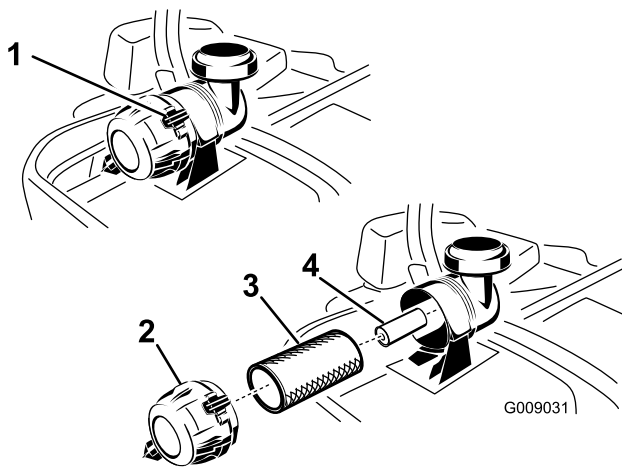

Figure 50
3. Appuyez sur les attaches du filtre à air pour les ouvrir et détachez le couvercle du boîtier du filtre à air (Figure 50).
5. Sortez le préfiltre du boîtier du filtre avec précaution (Figure 50). Évitez de cogner l'élément à l'intérieur du boîtier.
1. Ne nettoyez pas l'élément en papier ; remplacez-le (Figure 50).
2. Si vous remplacez l'élément secondaire, insérez-le avec précaution dans le boîtier du filtre (Figure 50).
3. Glissez ensuite le préfiltre sur l'élément secondaire avec précaution (Figure 50). Assurez-vous qu'il est bien engagé en appuyant sur le rebord extérieur.
4. Montez le couvercle, renflard en bas, et tournez-le pour que les attaches verrouillent le couvercle en place (Figure 50).